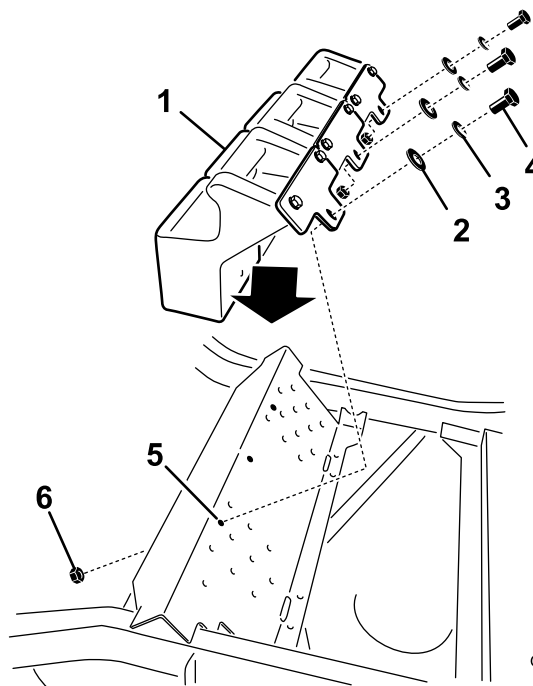

Figura 36
5. Instale los pesos delanteros encima del reposapiés (Figura 36).
6. Sujete los pesos delanteros encima del reposapiés y al soporte de montaje de los pesos con 6 pernos ($\frac{3}{8}$ " x 1"), 6 arandelas de freno ($\frac{3}{8}$ "), 3 tuercas con arandela prensada ($\frac{3}{8}$ ") y 6 arandelas planas ($\frac{3}{8}$ "), según se muestra en Figura 36.